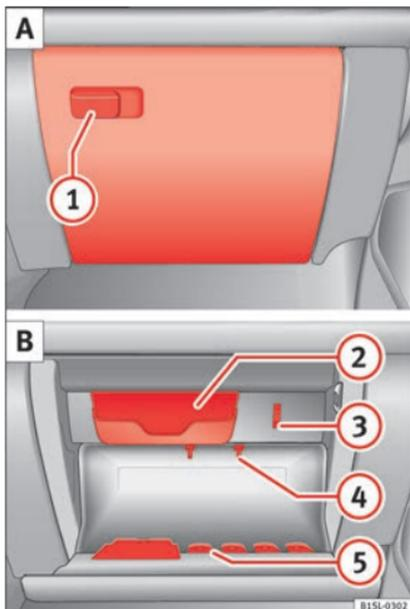

Fig. 123 Porta-objetos com tampa no lado do passageiro.
Puxe pela asa para *abrir*»» **Fig. 123** ①.